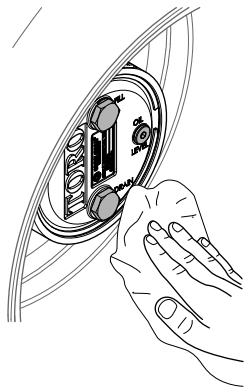

Figura 95
- Limpe los alojamientos del freno y de los engranajes planetarios (Figura 95).